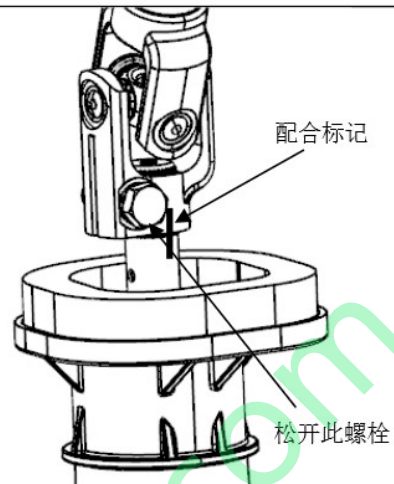

图 4-20
①在中间轴下端与转向器输入轴配合处做好配合标记，如图 4-20 所示。
②此时可以套上转向盘转动，使螺栓处于方便操作的位置，松开螺栓，拔出中间轴。